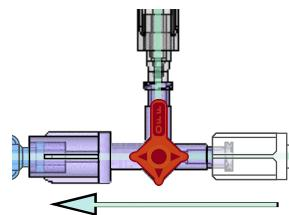

Figura 6 – Spălare cu soluție salină (Economisiri dezactivate)
- a. În cazul spălării cu soluție salină, rotiți robinetul de închidere DyeVert Power XT în poziția OFF (încis) către robinetul de închidere pentru selecția supapei. (A se vede Figura 6)